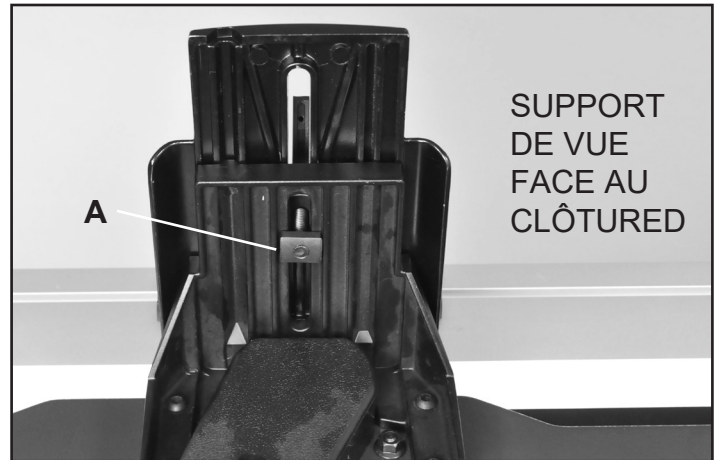

FIG. 5
5. Une fois le levier de verrouillage d'inclinaison en place sur le support de glissière et le support de guide placés, placez l'écrou de forme rectangulaire spécial (A) sur la tige filetée de la poignée de levier. Tourner le levier pour engager l'écrou et verrouiller les deux supports ensemble en position. FIG. 5.